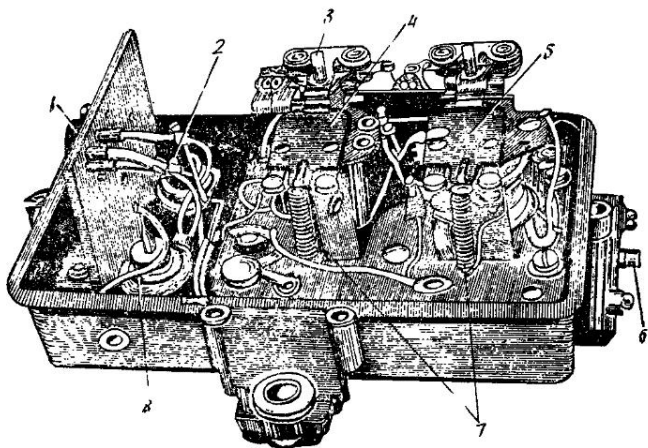

Рис. 44. Реле-регулятор:
Контактно-транзисторный реле-регулятор РР-362Б (рис. 44) установлен на специальных амортизаторах. Он содержит два электромагнитных элемента: регулятор напряжения РН 5 и реле защиты РЗ 4. Элементы одинаковы по конструкции и представляют собой реле с одной парой нормально-разомкнутых контактов. Подвижный контакт обоих реле (контакт якоря) электрически соединен с корпусом реле.
3. Подрегулировка производится изменением напряжения регулировочной пружины 7 (рис. 44) регулятора напряжения: при увеличении натяжения пружины напряжение повышается, при уменьшении — снижается. Регулировка производится вилкой или плоскогубцами с тонкими губками.